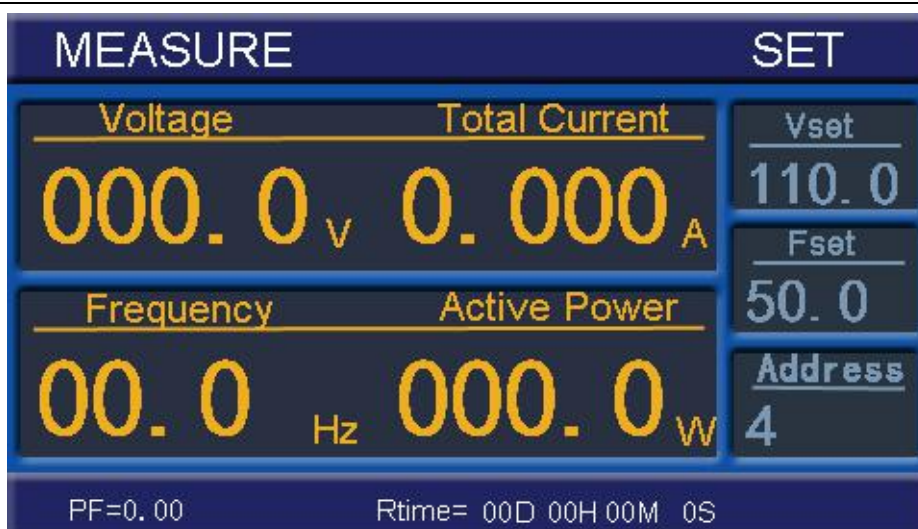

图 4 电源设置状态
5.1.2.1 按 **Vset** 键，进入电压设置状态（如图 4 所示），通过 **▲** 键、**▼** 键或者飞梭旋钮，对电压参数值进行设置。参数设置完毕后按 **STOP** 键可返回待机状态。